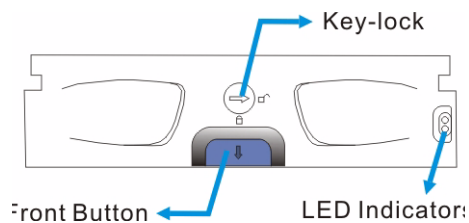

Figura 6.1 Vista frontal de la tapa metálica de la unidad
1. Gire el cierre de llave hasta la posición de desbloqueo. El cierre de llave está desbloqueado si la ranura central está en posición horizontal. (Consulte la *Figura 6.1*)